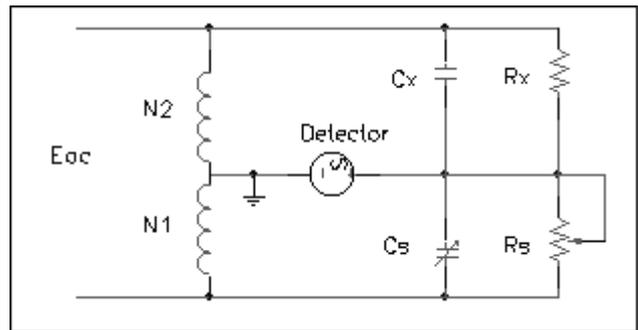

Figura 9
11.- El circuito de la Figura 9 es un puente con transformador de relación simple empleado para la medida de capacidades. Obtener las expresiones que dan el valor de la capacidad  $C_x$  y de su resistencia de fugas  $R_x$  en función de los parámetros indicados en el circuito.